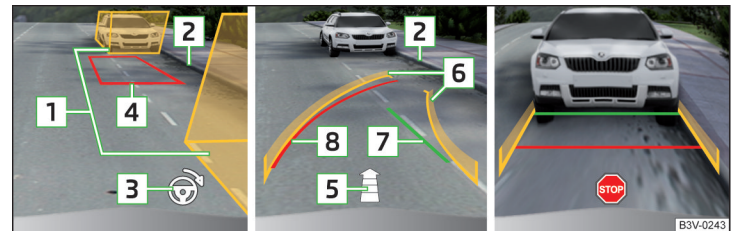

Abb. 189 Displayanzeige
- Das Fahrzeug so anhalten, dass sich kein Hindernis in der Lücke zwischen den Hilfsboxen **1** » Abb. 189 befindet und die hintere Box nicht über die seitliche Begrenzung der Parklücke **2** hinausreicht.